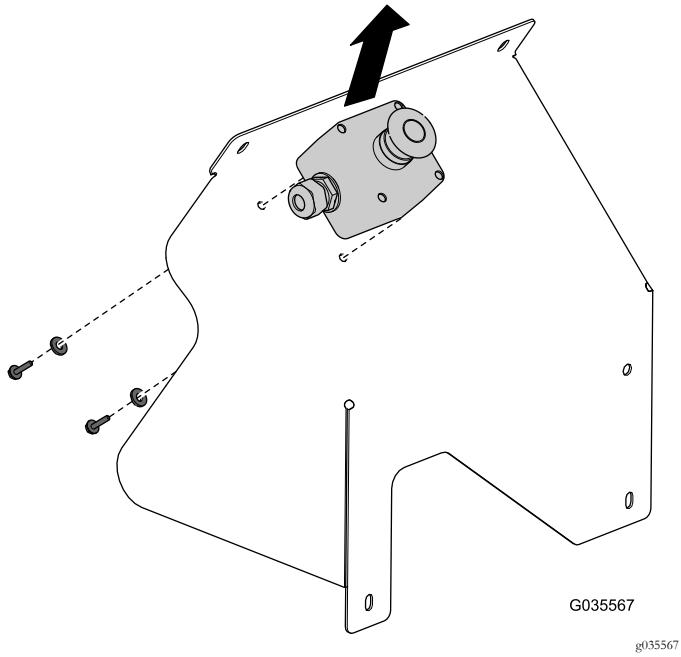

Bild 2
6. Nehmen Sie die E-Stopp-Taste von der Abdeckung ab (Bild 2).